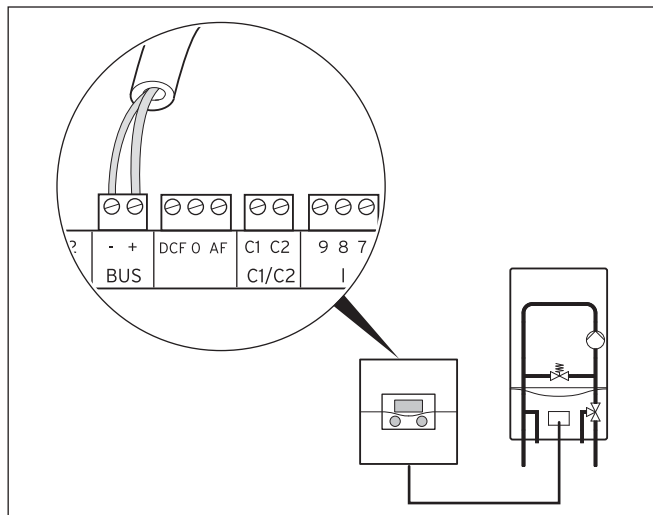

Fig. 5.2 Raccordement de l'appareil de chauffage
- Procédez au câblage de raccordement de l'appareil de chauffage comme décrit à la fig. 5.2. La conduite eBUS (au moins 2 x 0,75 mm²) doit être mise en place côté paroi.